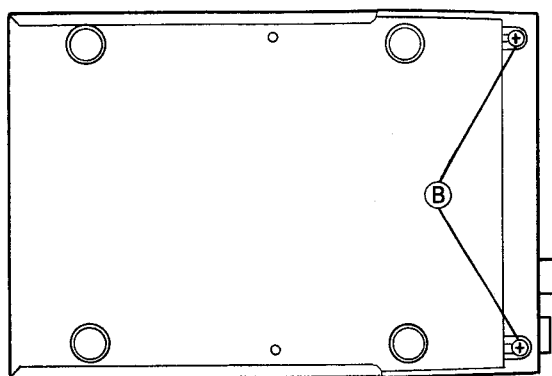

Fig. 2
- Remove the 2 screws ② (3x6 bind head screw). (Refer to Fig.2)
- ネジ②2本(3×6バインド小ネジ)を取除きます。(Fig.2 参照)